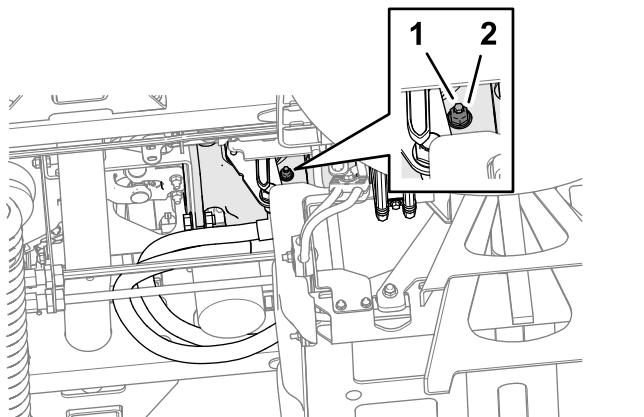

Figure 105
3. Sur le fond de la machine et à droite de la pompe de déplacement, desserrez le contre-écrou qui fixe la vis de réglage du retour au point mort (Figure 105).